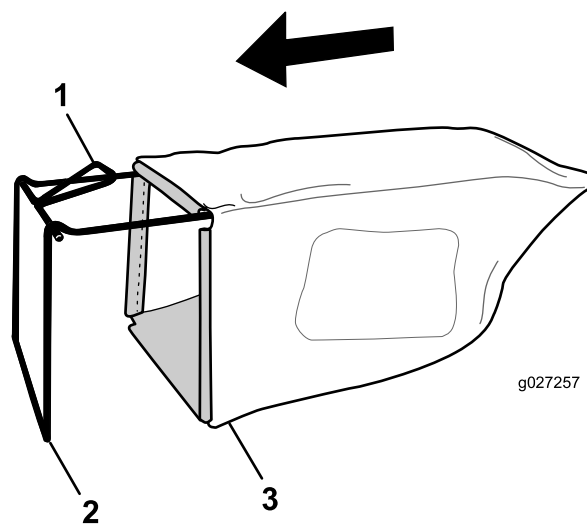

Рисунок 9
1. Установите мешок для травы на раму, как показано на Рисунок 9.
**Примечание:** Не надевайте мешок на ручку (Рисунок 9).